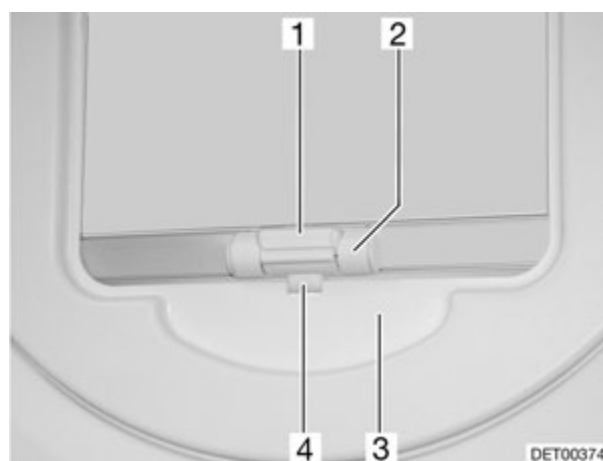

Fig. 26 Store occultant
- Tirer le store occultant vers le bas en le maintenant par la poignée (Fig. 26,2) et le faire s'enclencher.
- Tirer le store occultant légèrement vers le bas en le maintenant par la poignée (Fig. 26,2) et pousser la barre de déverrouillage (Fig. 26,1) vers l'extérieur. Le dispositif de verrouillage (Fig. 26,4) se détache du logement (Fig. 26,3).